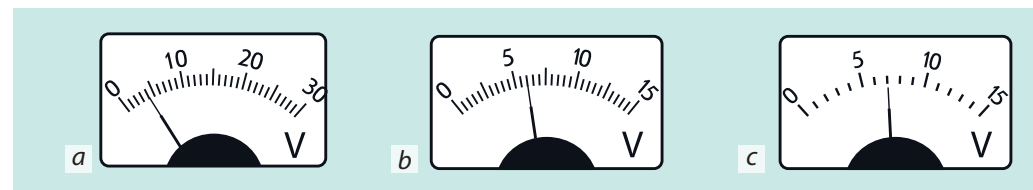

Fig. 1
1. În fig. 1 sunt reprezentate scările diferitelor voltmetre. Determinați valoarea diviziunii a fiecărei scări și tensiunea pe fiecare voltmetru.